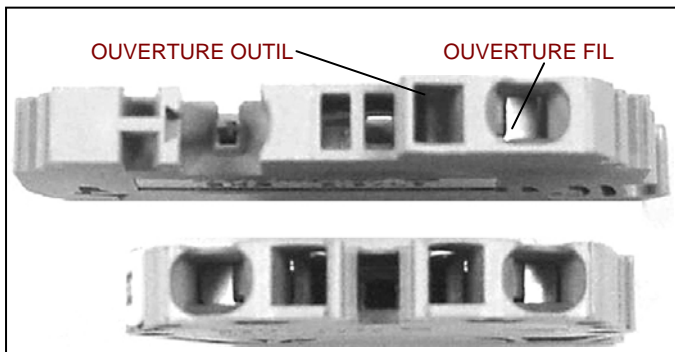

Figure 20 - Borniers avec pinces d'ancrage
**Étape 1 :** La figure 20 illustre deux borniers avec pinces d'ancrage. Un plus gros bornier et un plus petit, mais le fonctionnement est le même. Enfoncer un petit outil, comme la lame d'un tournevis, dans l'ouverture carrée à proximité de l'ouverture prévue pour le fil puis insérer le fil dans la grande ouverture circulaire située vers le bord.